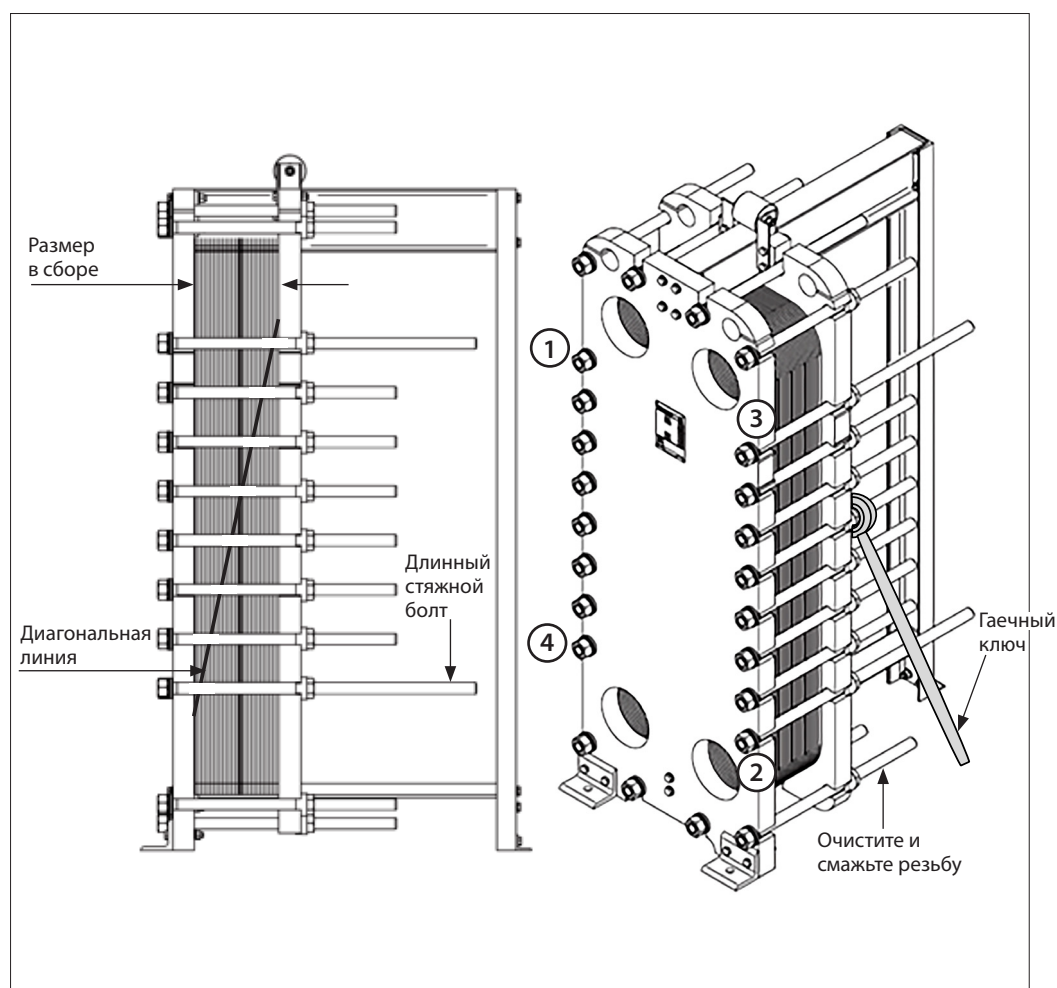

Рис. 14. Закрытие пластинчатого теплообменника. Внимание! Размер в сборе никогда не должен быть меньше минимального размера в сборе (см. паспортную табличку)
- Установите длинные стяжные болты и затяните их равномерно в порядке 1, 2, 3, 4 (рис. 14) до появления заметного сопротивления, при этом прижимная плита должна постепенно параллельно поджиматься.